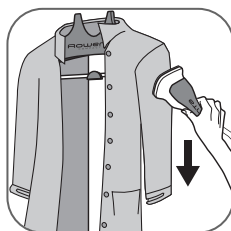

fig. 13
- Commencez par le haut du vêtement et descendez progressivement (**fig. 13**). Veillez à toujours tenir le tuyau flexible en position verticale.